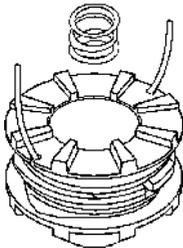

Рис. 19 Пазы для удержания корда.
- Когда корд намотан полностью, вставьте оба его конца в соответствующие пазы для удерживания корда в натянутом состоянии, оставив концы длиной 10 см. (Рис. 19).